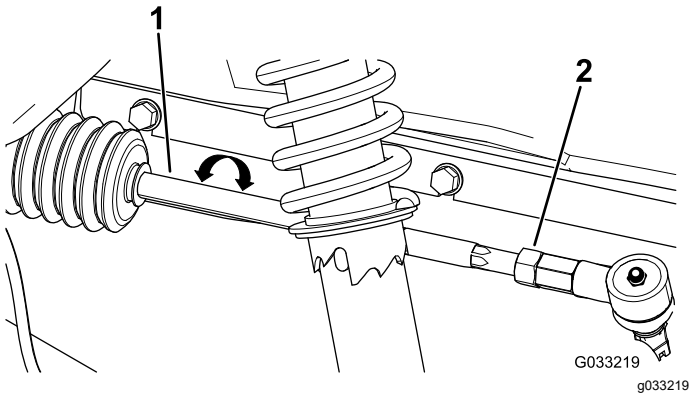

Figura 51
2. Si la distancia no es de 0–6 mm (0–¼"), afloje las contratuercas en el extremo exterior de las bielas (**Figura 51**).